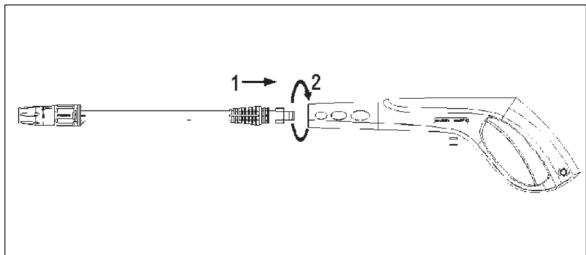

Рис. 6
• Вставьте распылительную трубку в пистолет и вращайте ее до тех пор, пока две части полностью не зафиксируются. Рис. 6